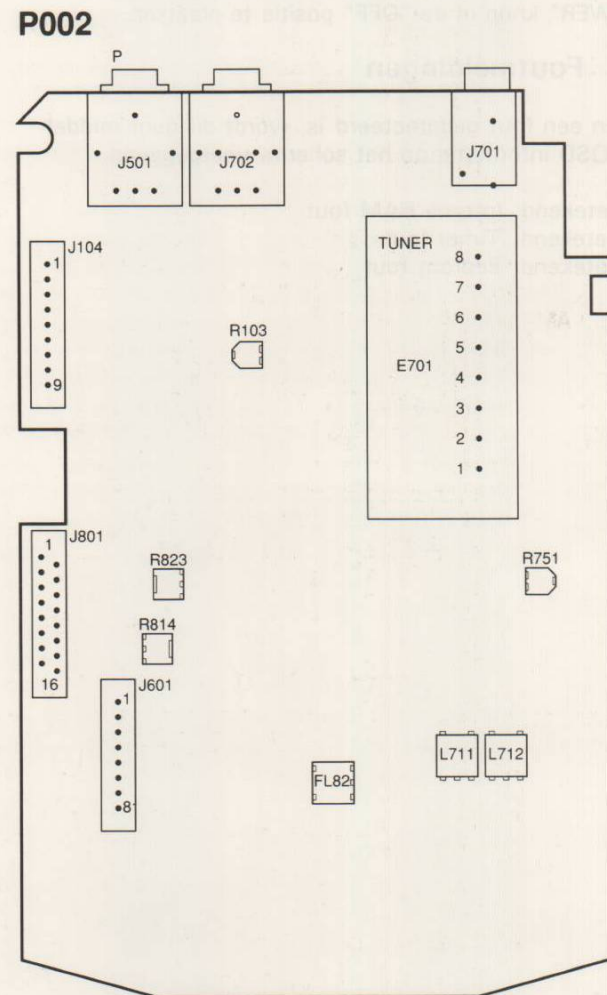

Fig. 7.1
1. Instellingen op de Hoofdprint (zie fig. 7.1)